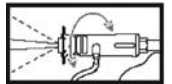

Figure 14
2. Tourner le couvercle de l'embout pour ajuster le motif de pulvérisation de jet à large éventail (Figure 14).